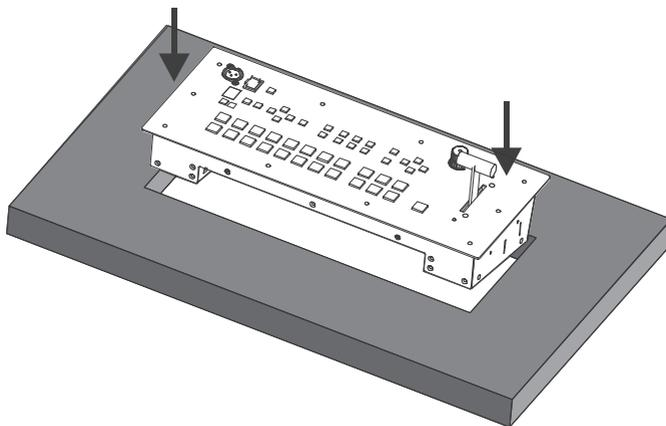

Рис. 4. Установка VP-727T в подготовленный проем
2. Осторожно вставить прибор **VP-727T** в подготовленный проем, как показано на рис. 4.